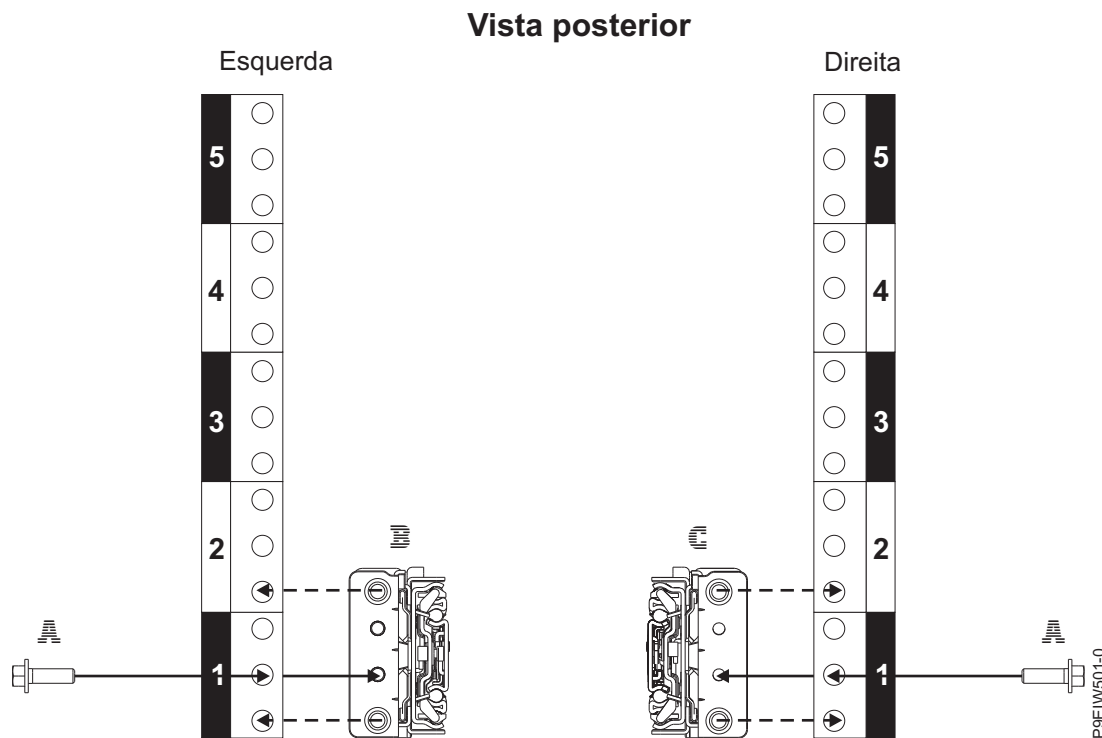

Figura 4. Conectando os trilhos deslizantes na parte traseira do rack
10. Conecte o trilho deslizante esquerdo (B) e o trilho deslizante direito (C) com um parafuso M5 x 16 mm (A) como mostrado na Figura 4. Insira e aperte cada parafuso no orifício roscado deslizante de flange, localizado no orifício intermediário da unidade de rack EIA inferior.